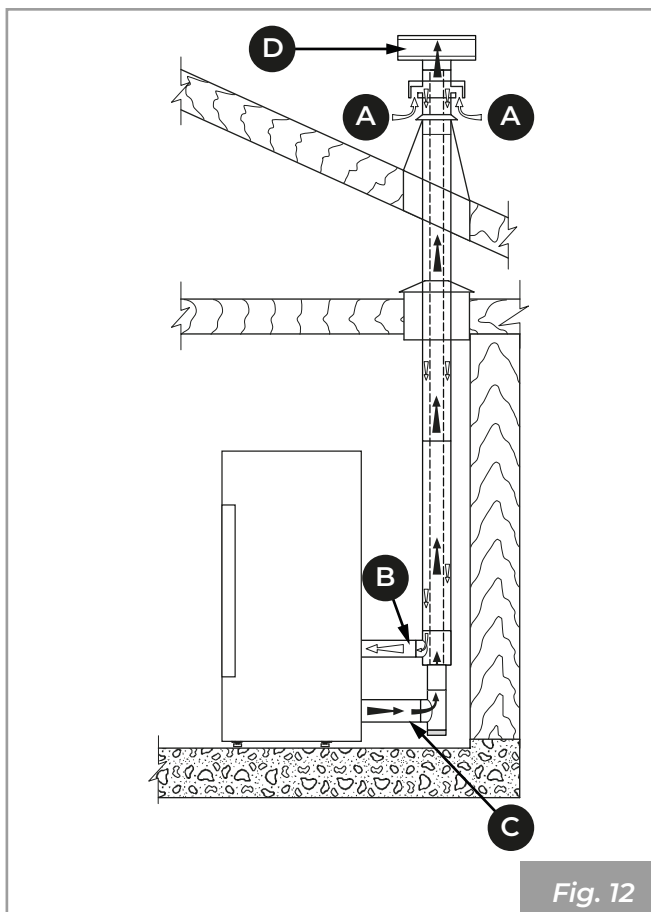
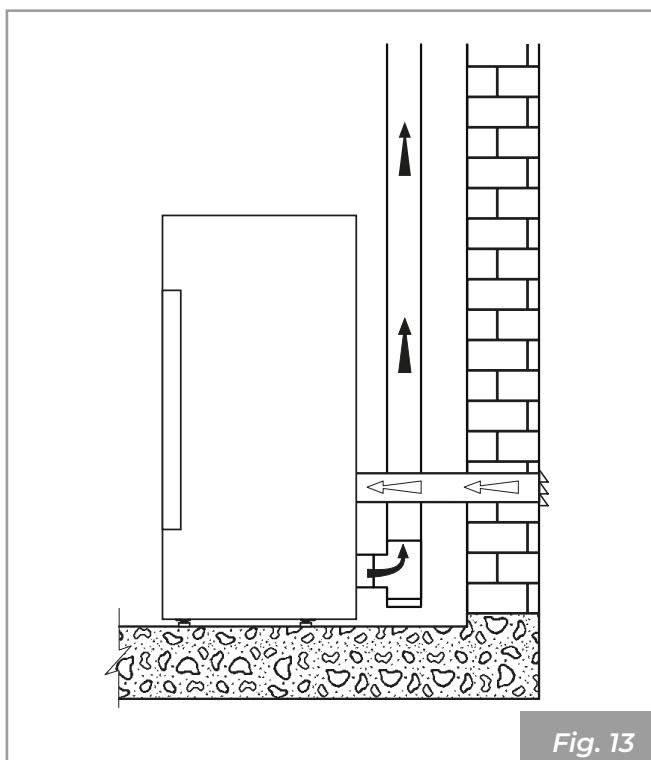

Fig. 12
Fig. 13
- provenire direttamente dall'esterno con collegamento diretto alla camera di combustione (**Fig. 12 - Fig. 13**).
- canalizzare l'aria comburente sfruttando un tubo di scarico coassiale per l'espulsione dei fumi e il prelievo dell'aria (**Fig. 12 - A, B** = Ingresso aria, **C, D** = Uscita fumi); pertanto non è necessario fare una classica presa d'aria nel locale.
- collegare l'ingresso dell'aria comburente dell'apparecchio alla presa d'aria con un apposito condotto (**Fig. 13**).